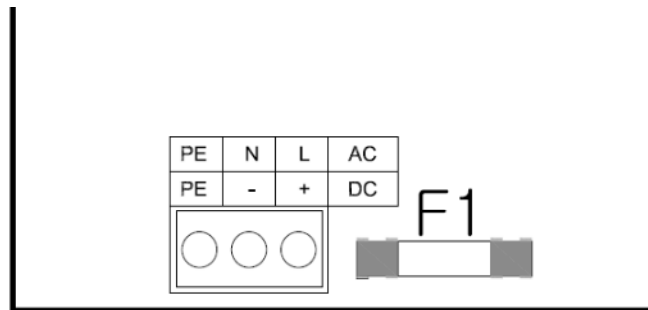

Abbildung 4 Anschluss der Stromnetz-kabel
2.3.5 Anschließen des Stromnetzes (siehe Abb. 4)
3. Verbinden Sie das Stromnetz-PE-Kabel (grün/gelb) mit dem AC-Eingangs-Stecker, PE-Anschluss. Dieser befindet sich auf der Leiterplatte, siehe **Figure 4**